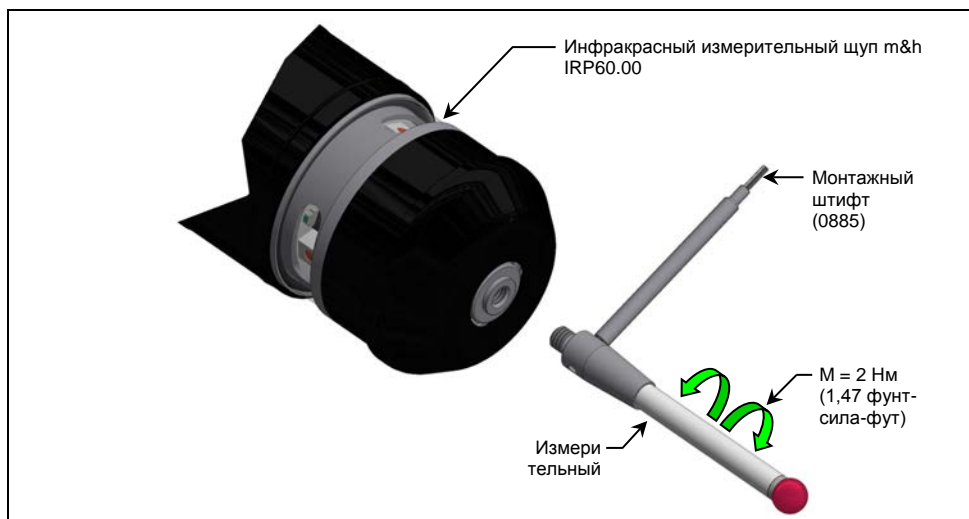

рис. 5 Замена измерительного штифта
2. Осторожно ввинтите новый измерительный штифт в измерительный щуп (рис. 5).